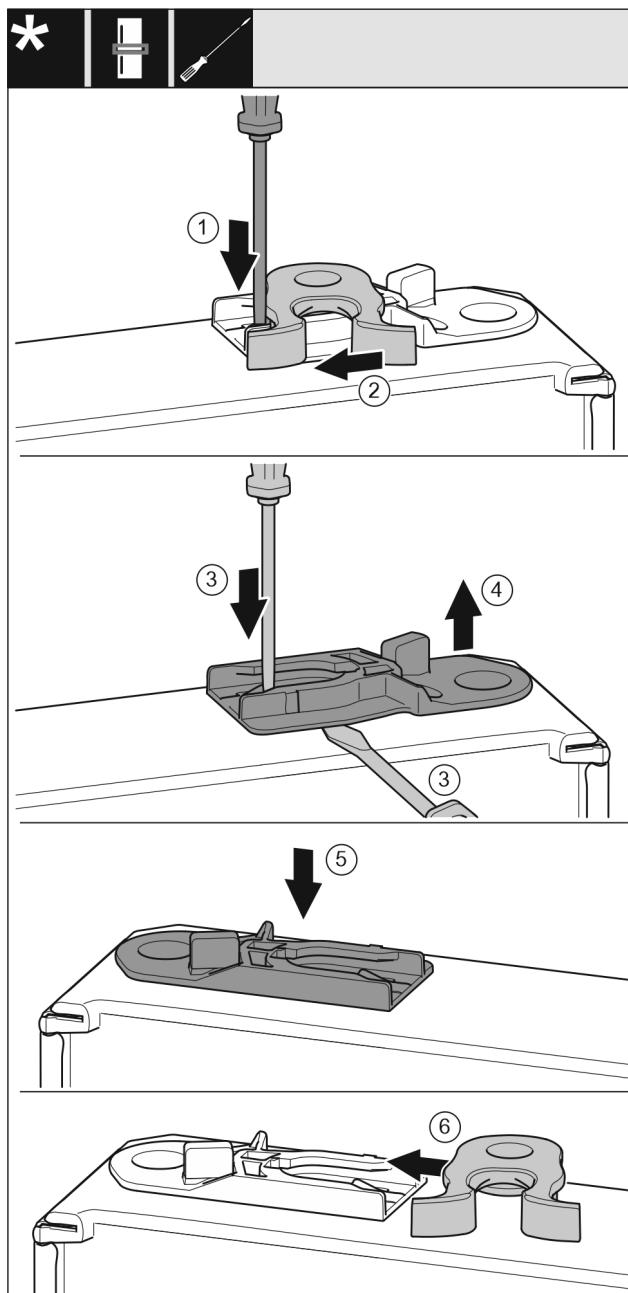

Fig. 18
- Нажмите шлицевой отверткой на накладку вниз. Fig. 18(1)
- Выведите запорный крючок из направляющей. Fig. 18(2)
- Извлеките направляющее гнездо: Нажмите на накладку шлицевой отверткой и одновременно переместите ее при помощи шлицевой отвертки под направляющее гнездо. Fig. 18(3, 4)
- Входящее в комплект поставки направляющее гнездо вставьте на другой стороне корпуса. Fig. 18(5)
- Запорный крючок вставьте в направляющую. Fig. 18(6)